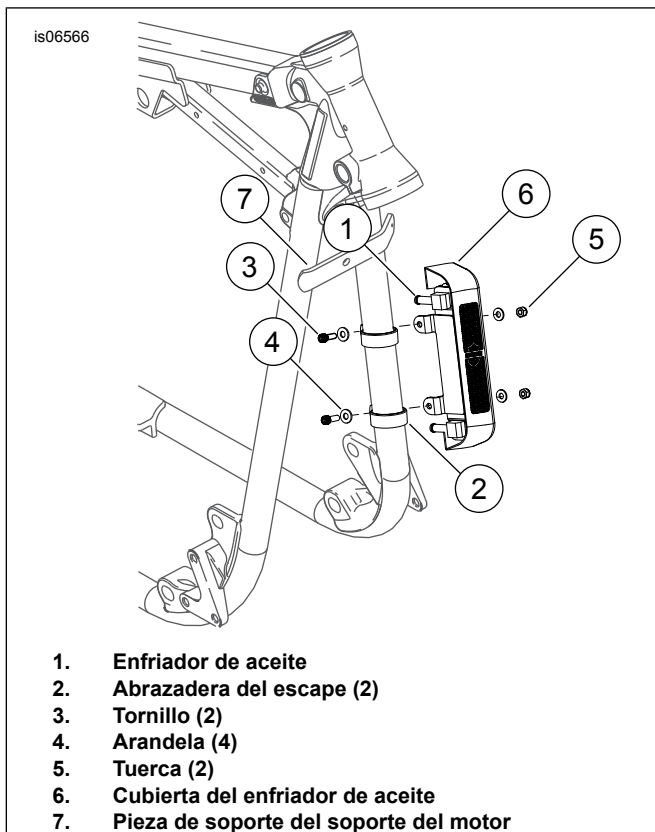

Figura 2. Montaje del conjunto del enfriador de aceite
1. Vea Figura 2. Instale el enfriador de aceite (1) en el tubo vertical del lado izquierdo con dos abrazaderas (2), dos tornillos con cabeza de casquillo (3), cuatro arandelas (4) y dos tuercas (5). Oriente el lado plano de las abrazaderas hacia afuera y coloque la pieza de soporte superior a 165 mm (6,50 pulgadas) de la parte inferior de la pieza de soporte del motor (7). Apriete los tornillos a 10,2–13,5 N·m (96–120 in-lbs).